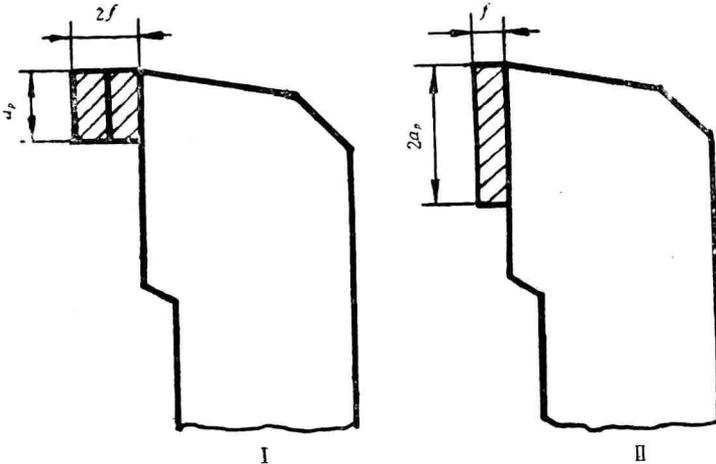

图14 判别切削力大小
41. 试判别如图14 I、II 两种切削方式, 哪一种平均变形大? 哪一种切削力小? 为什么? 切削条件: (I)  $K_r = 90^\circ$ ,  $r_e = 0.5\text{mm}$ ,  $a_p = 1\text{mm}$ ,  $f = 1\text{mm/r}$